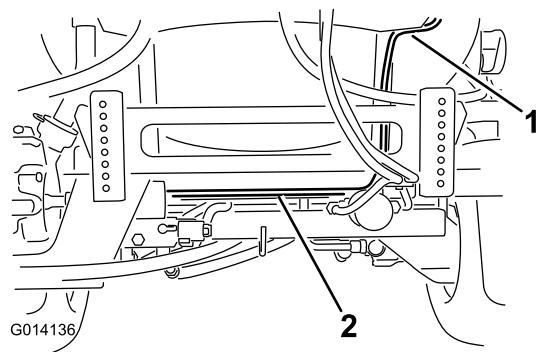

Figura 14
1. Localice el arnés de cables que viene de la caja de control del carrete de la mangüera. Pase el extremo más largo del arnés con los terminales circulares y un conector de fusible por la parte trasera del patín del depósito y del bastidor del vehículo, detrás del soporte del actuador del brazo (Figura 14). Utilice un sujetacables de plástico para sujetar el arnés al bastidor.